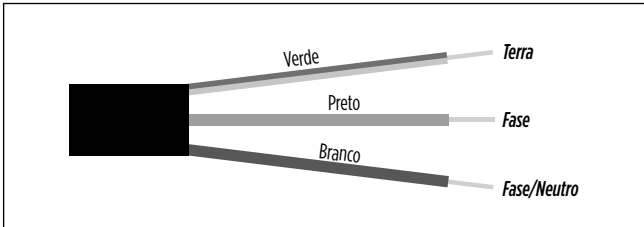

Figura 2: Esquema de ligação do motor elétrico
- Para ligar o motor elétrico, siga as orientações conforme Figura 2: